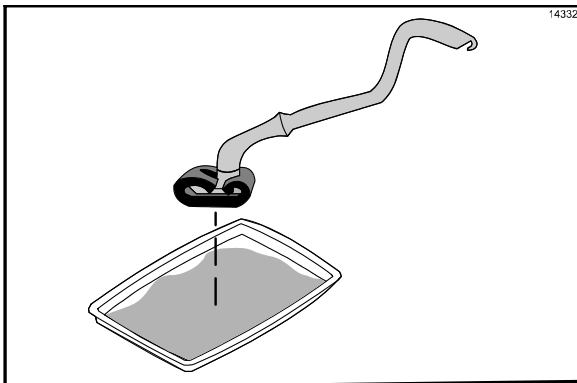

Abbildung 88
14. Den Kay-Reinigungspolsterhalter in die Grillreinigungsflüssigkeit tauchen. (Siehe Abbildung 88.)